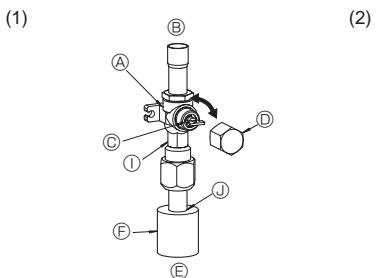
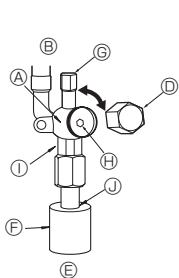

Fig. 4-6
Fig. 4-7
- (1) Газова сторона (Fig. 4-6)
- ① Щоб відкрити клапан, зніміть із нього ковпак, потягніть ручку на себе та поверніть на 1/4 оберту проти годинникової стрілки.
- ② Переконайтесь, що запірний клапан повністю відкритий, вдавіть ручку та закрутіть ковпак у початкове положення.
- (2) Рідинна сторона (Fig. 4-7)
- ① Зніміть ковпак та поверніть шток клапана проти годинникової стрілки до упору за допомогою 4-міліметрового шестигранного гайкового ключа. Закручуйте доти, доки він не впретися в обмежувач.